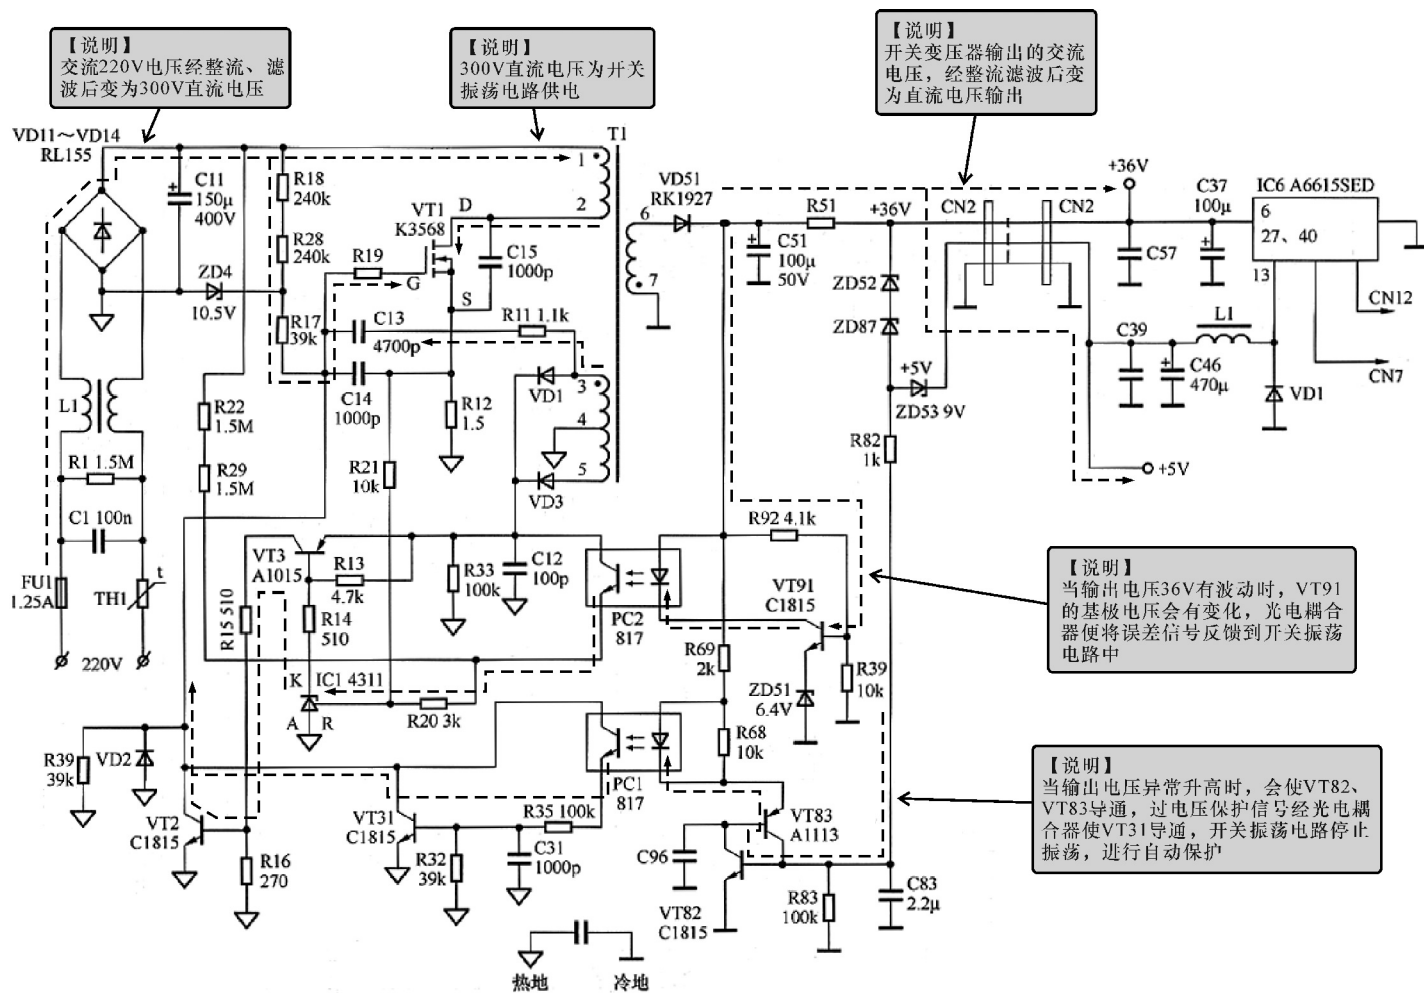

图 12-26 典型喷墨打印机电源电路的识读分析
找到了该电路中的主要元器件后，便可对电路进行识读，典型喷墨打印机电源电路的识读分析如图 12-26 所示。通过对电路的分析，我们可以识读出：交流 220V 电压经熔断器 F1、互感滤波器 L1，加到桥式整流堆 VD11 ~ VD14 上，整流后输出约 300V 的直流电压。+300V 电压一路加到开关变压器初级绕组①脚上，经绕组① ~ ②脚接到 VT1 的漏极（D）上。另一路 +300V 还经启动电阻 R17、R18、R28 为 VT1 的栅极（G）提供启动电压，使 VT1 启动（瞬间导通）。